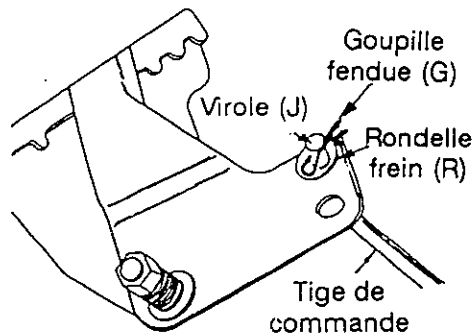

FIGURE 12
jusqu'à ce que la virole soit alignée avec le trou du haut du levier de vitesses. Installez la virole du côté gauche de la souffeuse, dans le trou du haut du levier de vitesses. Maintenez le tout en place avec une rondelle plate (R) et une goupille fendue interne (G). Voir la figure 12.